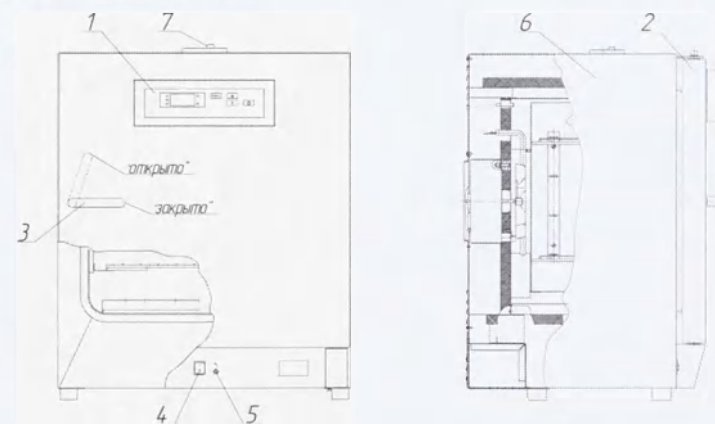
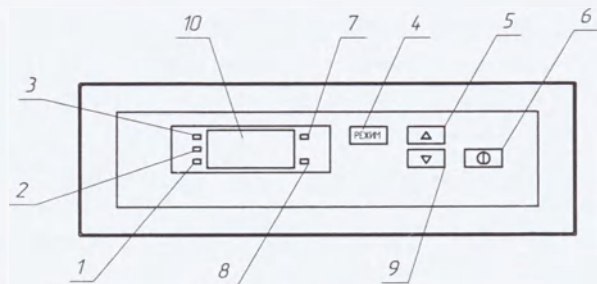

Рисунок 1. Общий вид.
Рисунок 2. Блок управления.
Установить выключатель (поз. 4, рис. 1) в положение "I". На блоке управления загорится индикатор (поз. 7, рис. 2), информационное табло (поз. 10, рис. 2) отображает текущую температуру в стерилизационной камере.
Для выбора режима стерилизации нажать на поле "РЕЖИМ" (поз. 4, рис. 2) и выбрать нужный, путем нажатия на одно из полей "Δ", "V" (поз. 5, 9, рис. 2).
Для запуска выбранного режима кратковременно (не более 2 сек) нажать на поле "Ⓢ" (поз. 6, рис. 2). Стерилизатор перейдет в фазу «НАГРЕВ», начнет мигать индикатор "НАГРЕВ"/"ВЫДЕРЖКА" (поз. 3, рис. 2). Информационное табло индицирует изменение температуры в камере. Происходит нагрев до установленного значения температуры.
В фазе «ОХЛАЖДЕНИЕ» индикатор продолжает показывать изменение температуры в камере и горит индикатор "ОХЛАЖДЕНИЕ" (поз. 2, рис. 2). Температура в камере падает. При понижении температуры до 75°C гаснет индикатор "ОХЛАЖДЕНИЕ", загорается индикатор "ВЫГРУЗКА" (поз. 1, рис. 2) и звучит прерывистый звуковой сигнал, который выключается через 1 минуту.
2.3.2 Установить выключатель (поз. 4, рис. 1) в положение "I". На блоке управления загорится индикатор (поз. 7, рис. 2), информационное табло (поз.10, рис. 2) показывает текущую температуру в стерилизационной камере.
2.3.3 В алгоритм работы стерилизаторов, заложена возможность автоматического запуска прерванного (в результате кратковременного пропадания питающего напряжения) цикла. Если после включения произошел автоматический запуск цикла, то для его остановки необходимо нажать на поле "⓪" (поз. 6, рис. 2) и удерживать его в течение 3 секунд.
2.3.4 Для выбора режима стерилизации необходимо нажать на поле "РЕЖИМ" (поз. 4, рис. 2) (на информационном табло попеременно отображаются установленная температура и время выдержки) и выбрать требуемый, путем нажатия на одно из полей "Δ" или "∇" (поз. 5, 9, рис. 2). Для выбора доступны четыре предустановленных заводом-изготовителем режима работы, соответствующие требованиям ГОСТ 22649-83 (таблица 3). Запуск цикла осуществляется коротким (не более 2 сек) нажатием поля "⓪".
2.3.5 Стерилизатор запоминает в энергонезависимой памяти последний запущенный режим. Для его повторного запуска можно сразу нажать на поле "⓪" (поз. 6, рис. 2), не производя выбор вновь.
После перехода в состояние редактирования режима начнет мигать индикатор температуры (поз. 7, рис. 2). Нажатием на поля «Δ» и «∇» установите нужное значение температуры.
После установки требуемой температуры, для перехода к заданию времени выдержки, необходимо удерживать нажатым поле «РЕЖИМ» в течении 3-х секунд. Начнет мигать индикатор времени (поз. 8, рис. 2). Нажатием на поля «Δ» и «∇» установите нужное значение времени выдержки.
2.3.8 При достижении заданной температуры стерилизатор переходит в фазу «ВЫДЕРЖКА». Включается светодиодный индикатор " ВЫДЕРЖКА " (поз. 3, рис. 2), информационное табло попеременно индицирует время выдержки и текущую
2.3.9 В фазе «ОХЛАЖДЕНИЕ» индикатор продолжает показывать изменение температуры в камере и горит индикатор "ОХЛАЖДЕНИЕ" (поз. 2, рис. 2). Температура в камере падает.
2.3.10 При понижении температуры до 75 °C гаснет индикатор "ОХЛАЖДЕНИЕ", загорается индикатор "ВЫГРУЗКА" (поз. 1, рис. 2) и звучит прерывистый звуковой сигнал (в течении 1 минуты), после чего можно открыть дверь и произвести выгрузку.
2.3.11 По окончании работы установить сетевой выключатель в положение "О" (поз. 4, рис. 1).